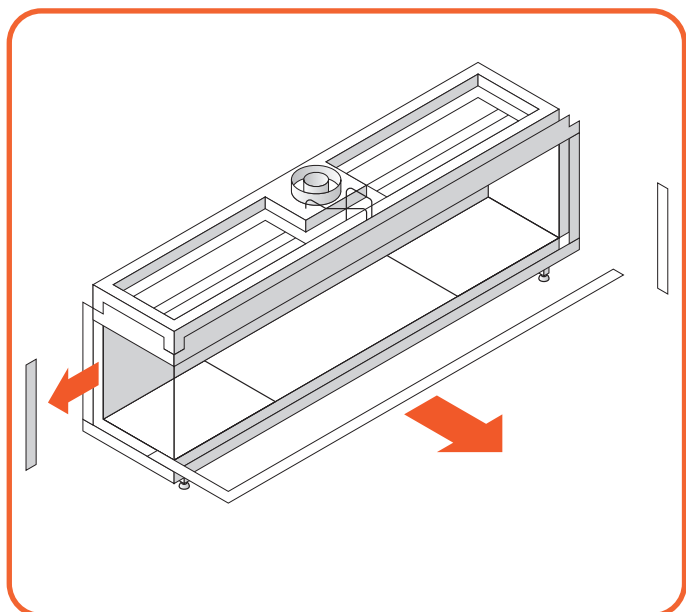

Abb. 9.2 Abnehmen die unter- und Seitenverkleidung
- Entfernen Sie beide Seitenverkleidungen. Sie werden durch magnetische Clips gehalten (Abbildung 9.2).
- Nehmen Sie die untere Verkleidung ab (Abbildung 9.2).